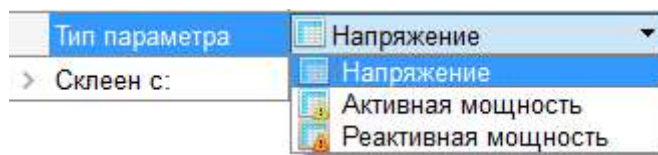

Рисунок 4.57 – Свойство «Тип параметра» имеет три возможных значения («Напряжение», «Активная мощность» и «Реактивная мощность»)
3. **Комбинированный список** (Рисунок 4.57). В комбинированном списке можно выбрать значение только из заранее заданного списка. Таким образом задаются такие свойства объекта, как «Тип отображения», «Тип значения», «Направление», «Шрифт» и т.д.